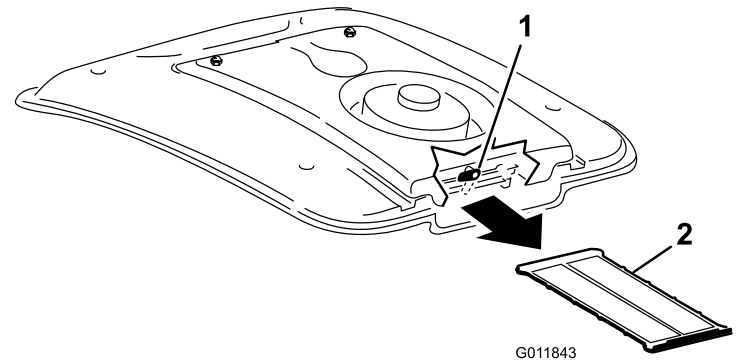

Figura 92
2. Na parte posterior da montagem da ventoinha, rode o trinco para o lado (Figura 92).
3. Deslize o filtro A/C da parte inferior da serpentina do ar condicionado (Figura 92).
4. Limpe cuidadosamente o filtro com ar comprimido (Figura 92).